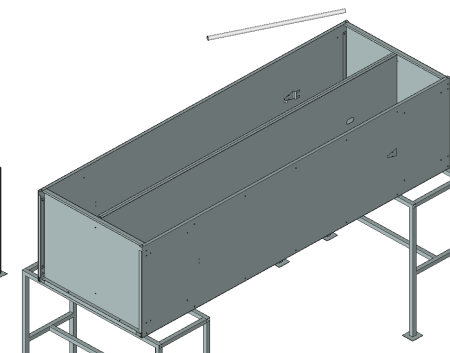

Рис. 5
4. Вставить трубку ПВХ в зацепы на крючках через отверстие в перегородке. (рис. 5 и 6)